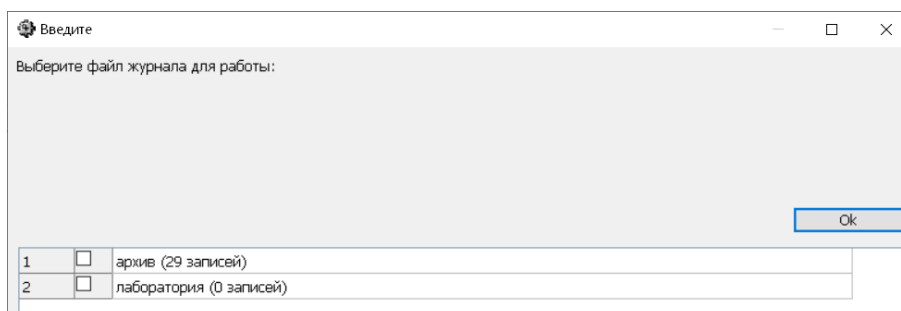

Рисунок 3 – Выбор журнала для импорта данных.
5.3.5. При наличии нескольких журналов, программа предложит выбрать в какой журнал следует эти данные импортировать (см. Рисунок 3).